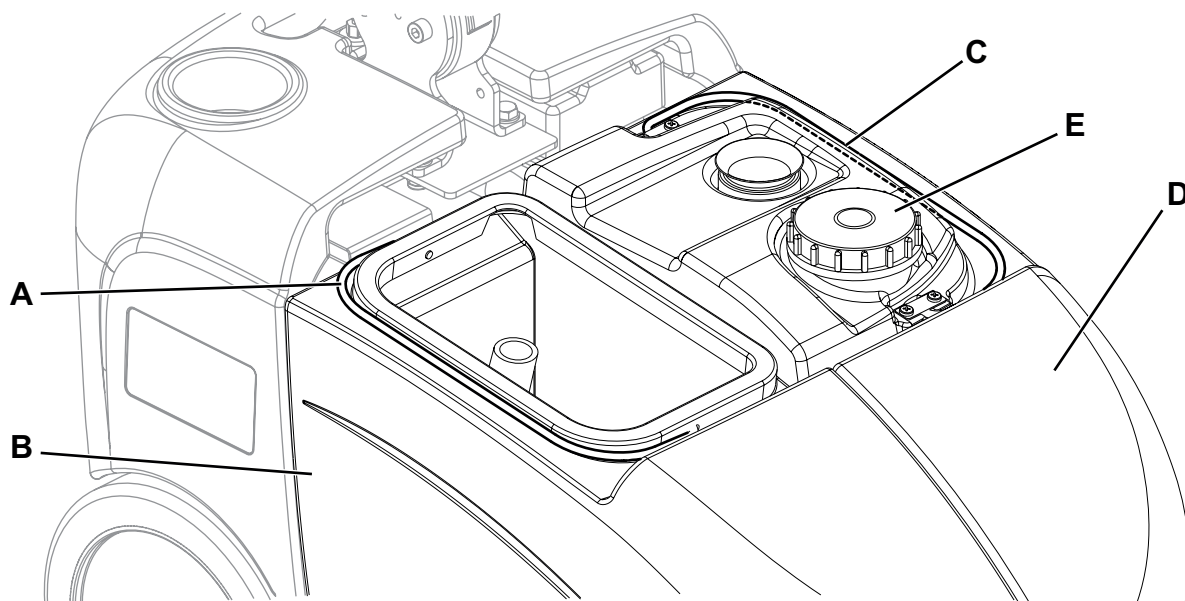

Abb. 4
1. Sicherstellen, dass der Funktionswählschalter (31) sich in der Position „0“ befindet.
3. Durchsichtigen Deckel (24) abnehmen.
4. Schmutzwassertank (A, Abb. 4) am Griff (B) herausheben.
8. Fassen Sie den Griff (C, Abb. 4) und heben Sie den Reinigungslösungstank (D) an.
9. Öffnen Sie den Stopfen (E) und entleeren Sie den Reinigungslösungstank. Spülen Sie dann den Tank mit sauberem Wasser aus.